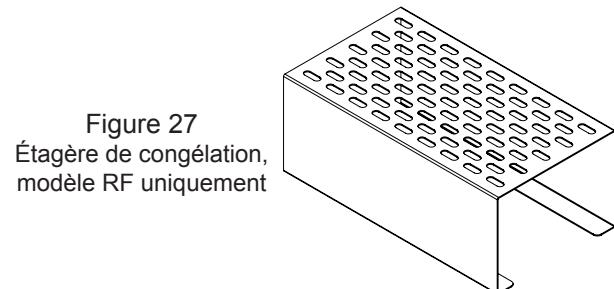

Figure 27
- (1) Étagère métallique en position fixe, voir la Figure 27